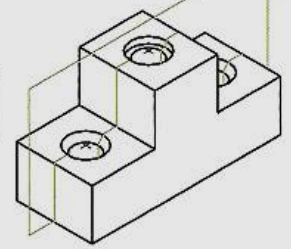

figura 10
- 1 Se elige un plano secante imaginario (**figura 10**).